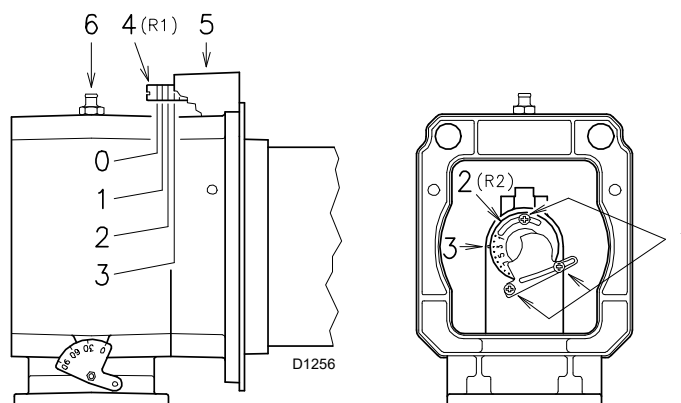

Fig. 16
#### Regulering af luften (Fig. 16)
- Drej skruen 4)(Fig. 16) indtil det fundne hak flugter med flangens forside 5).
#### Regulering af gas (Fig. 16)
- Løsn de 3 skruer 1)(Fig. 16) og drej ringmøtrikken 2), indtil det fundne hak flugter med indekset 3).
Hvis gstrykket tillader det, opnås der reduktioner i NOx-dannelsen ved at lukke ringmøtrikken 2)(Fig. 16).
I forlængelse af det foregående eksempel ser vi, at der for en RS 68/M BLU-brænder med en effekt på 500 kW kræves et tryk på 5,0 mbar ved udtaget 6)(Fig. 16).